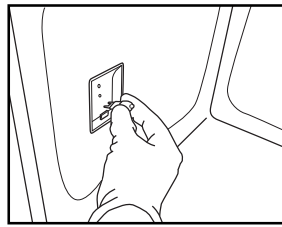

fig. 8
4. Skift ut pæren (se type i anmerking) (fig. 8).